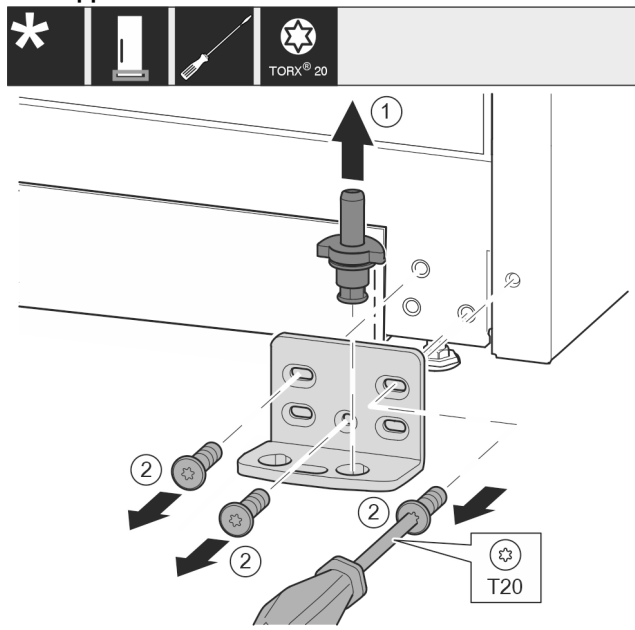

Fig. 12
- ▶ Træk hængselbolten helt opad og ud. Fig. 12 (1)
- ▶ Skru skrue(r)ne ud med skruetrækkeren T20, og tag hængselkonsollen af. Fig. 12 (2)